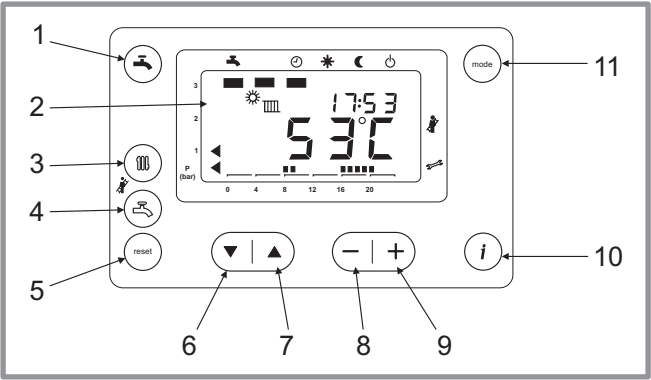

Figure 32 - Tableau de contrôle
Appuyer simultanément sur  et  pendant 6 secondes (repères 3 et 4, Figure 32).
- Appuyer sur la touche  (repère 6, Figure 32).
Il est possible de contrôler les allures intermédiaires en ajustant le % à l'aide des touches (+) et (-) (repères 8 et 9, Figure 32).